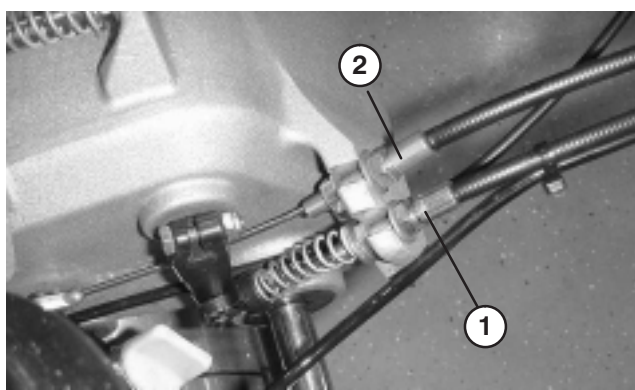

Figure 48
2. Pour accroître la tension du câble, desserrez l'écrou de blocage avant et serrez l'écrou de blocage arrière (Fig. 48) jusqu'à ce qu'une force de 5,4 à 7,3 kg. soit requise pour engager la transmission aux roues. Mesurez la force au bouton de commande.
2. Pour accroître la tension du câble, desserrez l'écrou de blocage avant et serrez l'écrou de blocage arrière (Fig. 48) jusqu'à ce qu'une force de 2,7–4 kg. soit requise pour serrer le frein. Mesurez la force au bouton du levier. Ne le tendez pas au point que la bande du frein frotte en permanence.